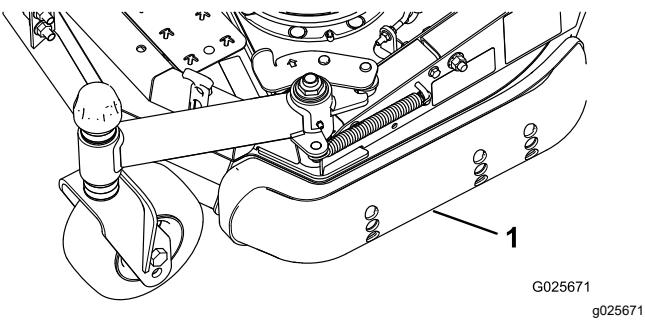

Figure 6
- Desserrez la vis à l'avant de chaque patin. (Figure 6).